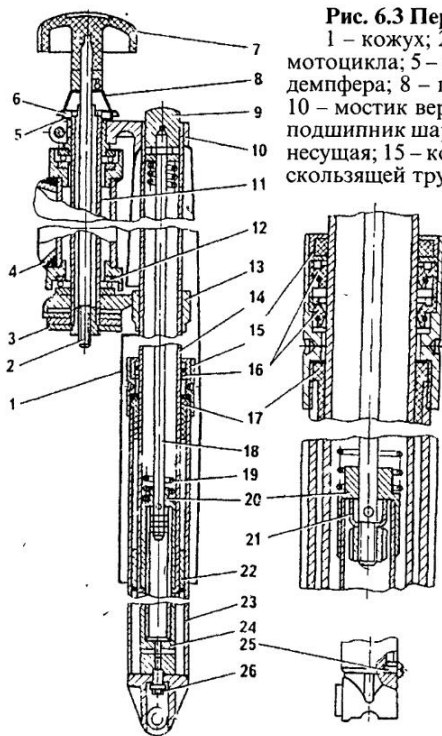

Рис. 6.3 Передняя вилка:
На всех “Ижах” в качестве передней подвески применяется телескопическая вилка (рис. 6.3), которая состоит из двух пружинных амортизирующих элементов (перьев), соединенных вверху мостиками 10 и 13 рулевой колонки, внизу - осью переднего колеса. Передняя вилка обеспечивает направление движения мотоцикла, воспринимает на себя нагрузки от неровностей дороги и гасит возникающие колебания при помощи амортизаторов. Вилка имеет возможность поворачиваться в рулевой колонке рамы на радиально-упорных подшипниках 12.
Нормальная работа вилки зависит от количества амортизаторной жидкости, залитой в перья, ее вязкости, состояния уплотнений, степени изношенности втулок и поршней. Стуки при обратном ходе вилки чаще всего свидетельствуют о недостаточном количестве жидкости или ее малой вязкости. Чтобы определить, сколько жидкости залито в каждое перо, необходимо установить мотоцикл на центральную подставку, отвернуть пробки 9 перьев и винты 26 (рис. 6.3), и, прокачивая каждое перо, собрать жидкость и замерять ее количество.
- ослабить стяжные болты верхнего мостика, отвернуть пробку 9 (рис. 6.3), корпус сальников на половину резьбы, ослабить стяжные болты в нижнем мостике 13;